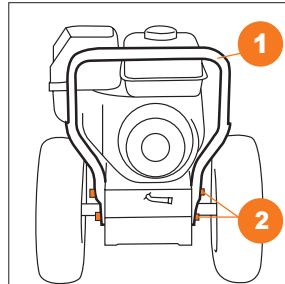

Рис. 6
- Присоедините и закрепите, если не установлена, нижнюю часть рукоятки **1** к корпусу снегоуборочной машины с помощью крепежных элементов **2** (болт M8x35 – 4 шт.) (Рис. 6).